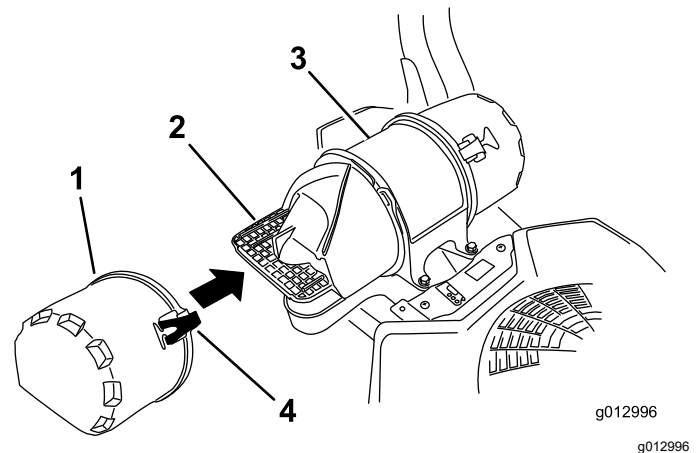

Figure 58
3. Ouvrez les dispositifs de verrouillage du filtre à air et séparez le couvercle d'entrée d'air du boîtier du filtre (Figure 58).
5. Reposez le couvercle d'entrée d'air et fixez-le avec les verrous (Figure 58).